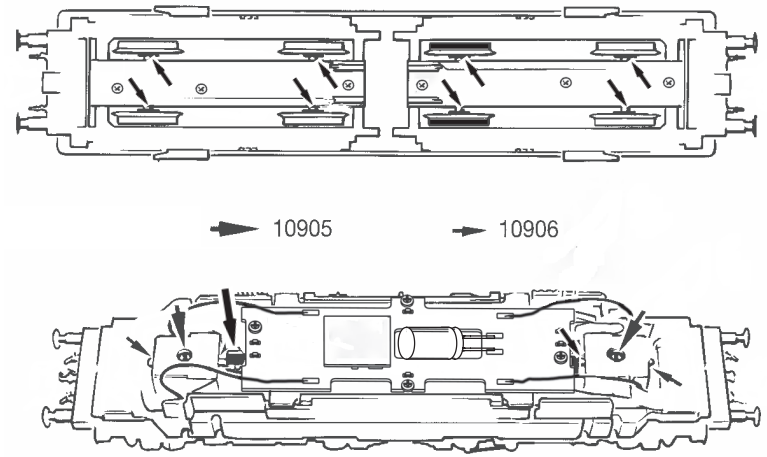

Fig. 8
**3. Haftreifenwechsel:** Zuerst den Getriebedeckel abnehmen (Fig. 8). Danach den **Radsatz** herausnehmen und die **Haftreifen** mit einer Nadel od. mit einem feinen Schraubendreher abziehen (Fig. 8). Beim Aufziehen der neuen Haftreifen darauf achten, dass diese sich nicht verdrehen.
**3. Change of traction tyre:** Remove the gear cover (fig. 8). Take out **wheel set** and remove **traction tyre** using a pin or a fine screwdriver (fig. 8). When pressing on the new traction tyre please **avoid twisting it**.
**3. Échange des bandages d'adhérence:** Démontez d'abord **le couvercle du carter des engrenages** des engrenages (fig. 8). Délogez ensuite les essieux bandagés et enlevez, à l'aide d'une aiguille ou d'un tournevis fin, les bandages d'adhérence (fig. 8). Lors du montage des nouveaux bandages veuillez veiller à ce que les bandages **ne soient pas tordu**.